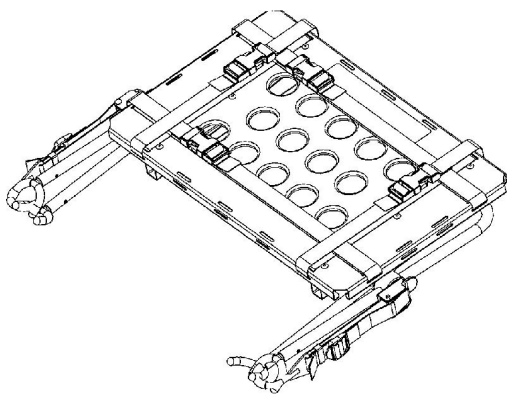

Abbildung 24 – Verstauposition
1. Die Defibrillatorplattform in die Verstauposition bringen (Abbildung 24).